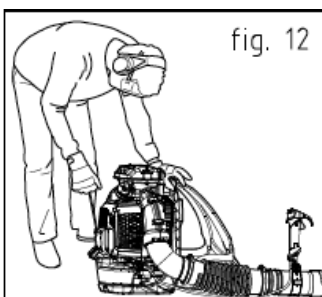

fig. 12
4. Segure a máquina com firmeza com a mão esquerda no guidão (1) para não perder o controle da máquina durante o arranque. (fig. 12)
5. Puxe devagar do puxador de arranque (16) uns 10-15 cm até encontrar alguma resistência; depois tire com mais força duas ou três vezes até ouvir o primeiro arranque (fig.12)
7. Puxe mais uma vez do puxador de arranque (16) até o motor arrancar. (fig. 12)
9. Acelere o motor com o gatilho de aceleração (9) para esquentá-lo antes de utilizar a máquina.